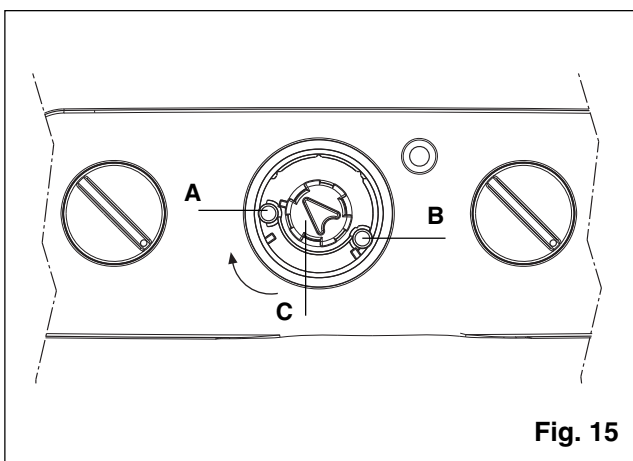

Fig. 15
! Comprobar que el potenciómetro P5 esté regulado al máximo, lo cual se puede verificar con un pequeño destornillador, siendo suficiente girarlo en sentido contrario a las agujas del reloj a través del orificio (B) (fig. 15)
! Sólo para R.A.I. y R.S.I.: Comprobar que el potenciómetro P4 esté regulado al mínimo, éste se puede regular utilizando un pequeño destornillador, girándolo en el sentido de las agujas del reloj a través del orificio (A) (fig. 15)
- Volver a colocar el pomo (C) en la posición de invierno “”
- Al final de la fase de encendido lento, durante 30 segundos se puede regular el mínimo de calefacción utilizando un pequeño destornillador en el orificio (A) colocado en correspondencia del potenciómetro P4 (fig. 15)